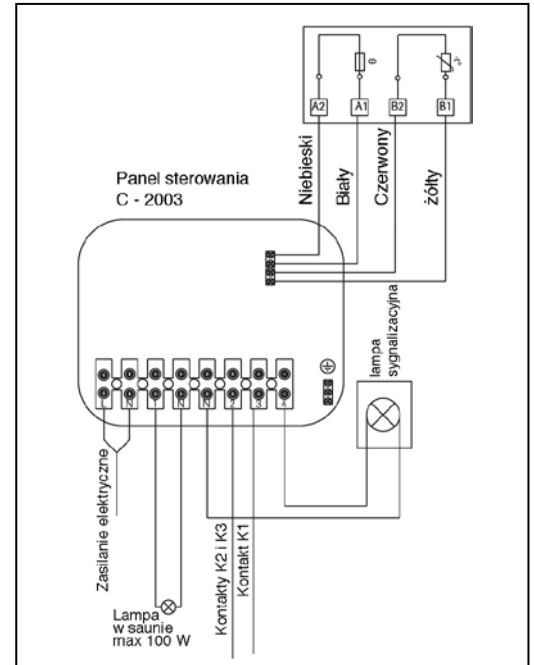

rysunek 5. Mocowanie panelu sterowania
- Panel sterowania przymocowywany jest do ściany trzema śrubami. Patrz rysunek 5.